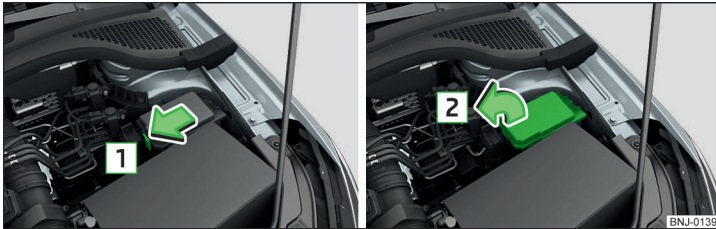

Abb. 298 Abdeckung abnehmen
- › Die Verriegelungstaste der Abdeckung in Pfeilrichtung **1** drücken und die Abdeckung in Pfeilrichtung **2** abnehmen » Abb. 298.